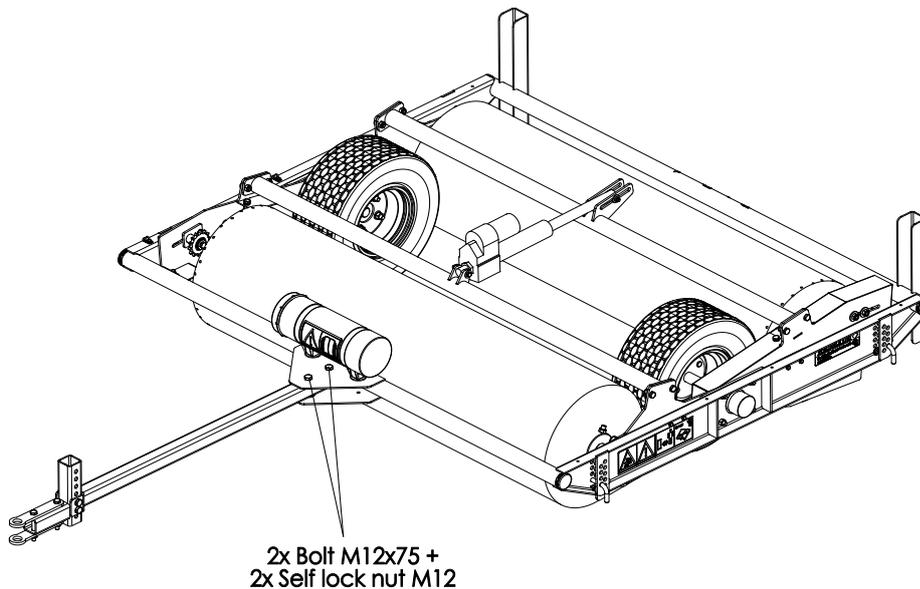

Fig. 8
7. Coloque la barra de tiro (fig. 8).